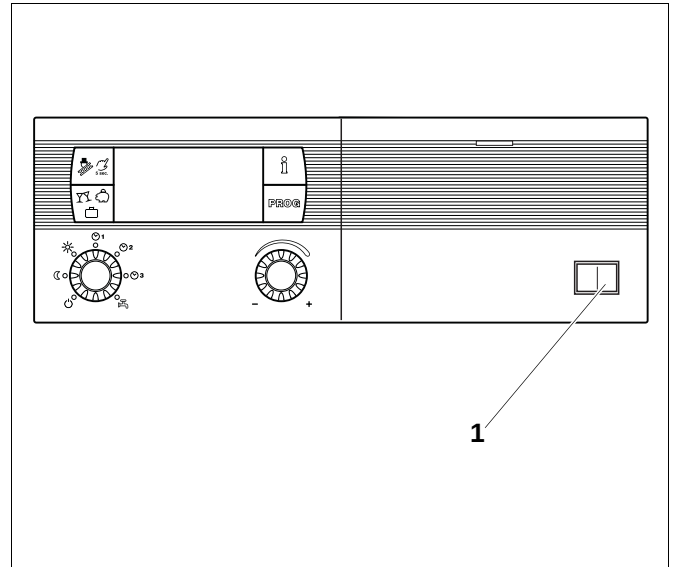

Abb. 74 Schaltfeld
- Betriebsschalter (Abb. 74, **Pos. 1**) am Schaltfeld in die Stellung „0“ (AUS) schalten.